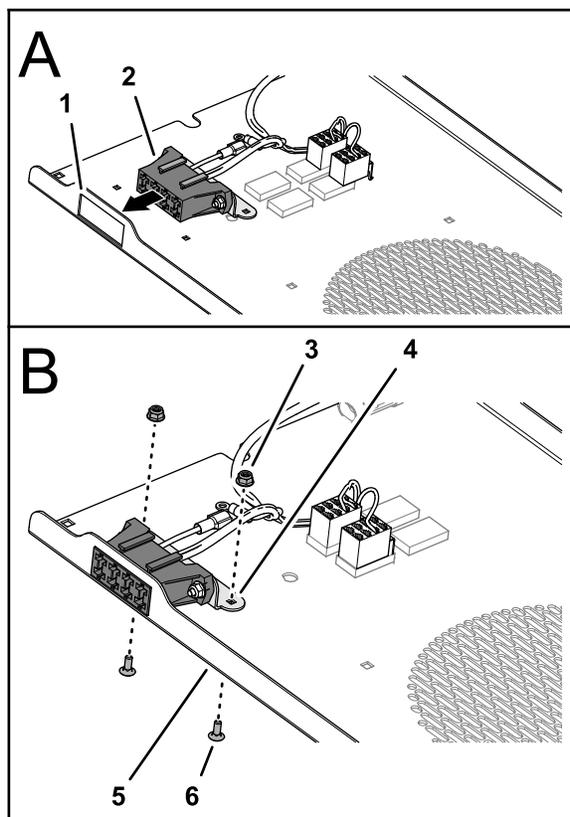

Figura 7
- Alinhe os furos quadrados na montagem do bloco de fusíveis com os furos quadrados no painel de interruptores (Figura 7).
- Monte a montagem do bloco de fusíveis no painel de interruptores (Figura 7) com os quatro parafusos de carroçaria (n.º 10 x ½ pol.) e quatro porcas de bloqueio flangeadas (n.º 10).
- Alinhe as calhas de montagem do bloco de fusíveis para cima e insira o bloco de fusíveis na abertura retangular no painel de interruptores como se mostra em Figura 7.